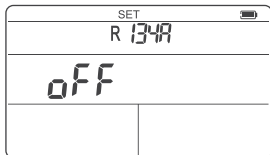

Abb. 9 Einstellung der automatischen Abschaltung
2. Drücken Sie **MODE** zweimal nacheinander, um zur Einstellungsoberfläche der automatischen Abschaltung zu gelangen (Abbildung 9).